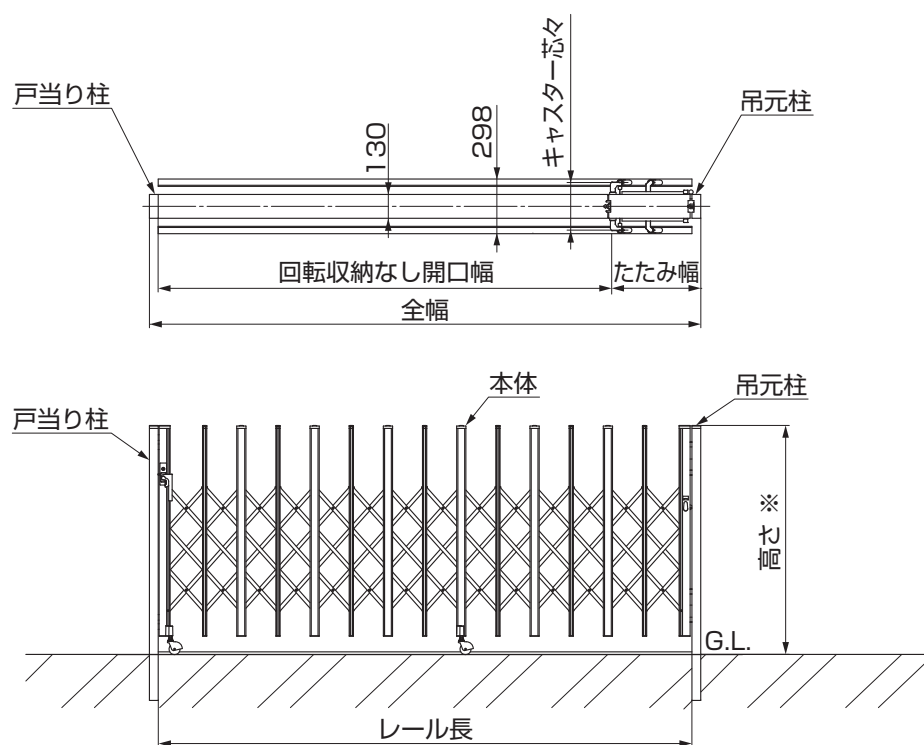
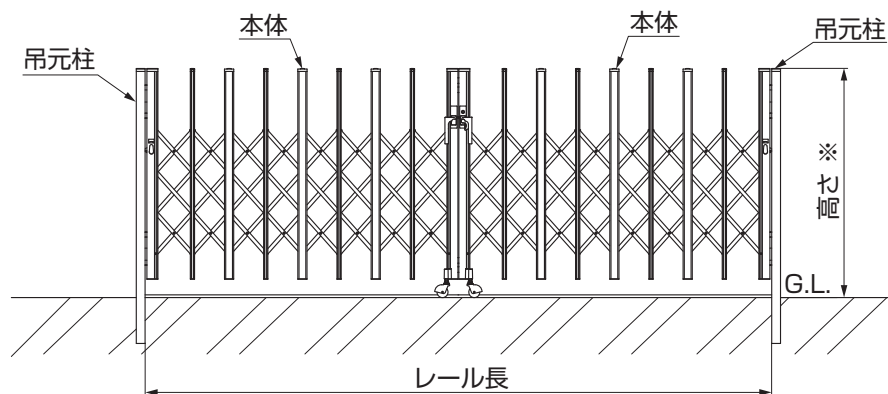
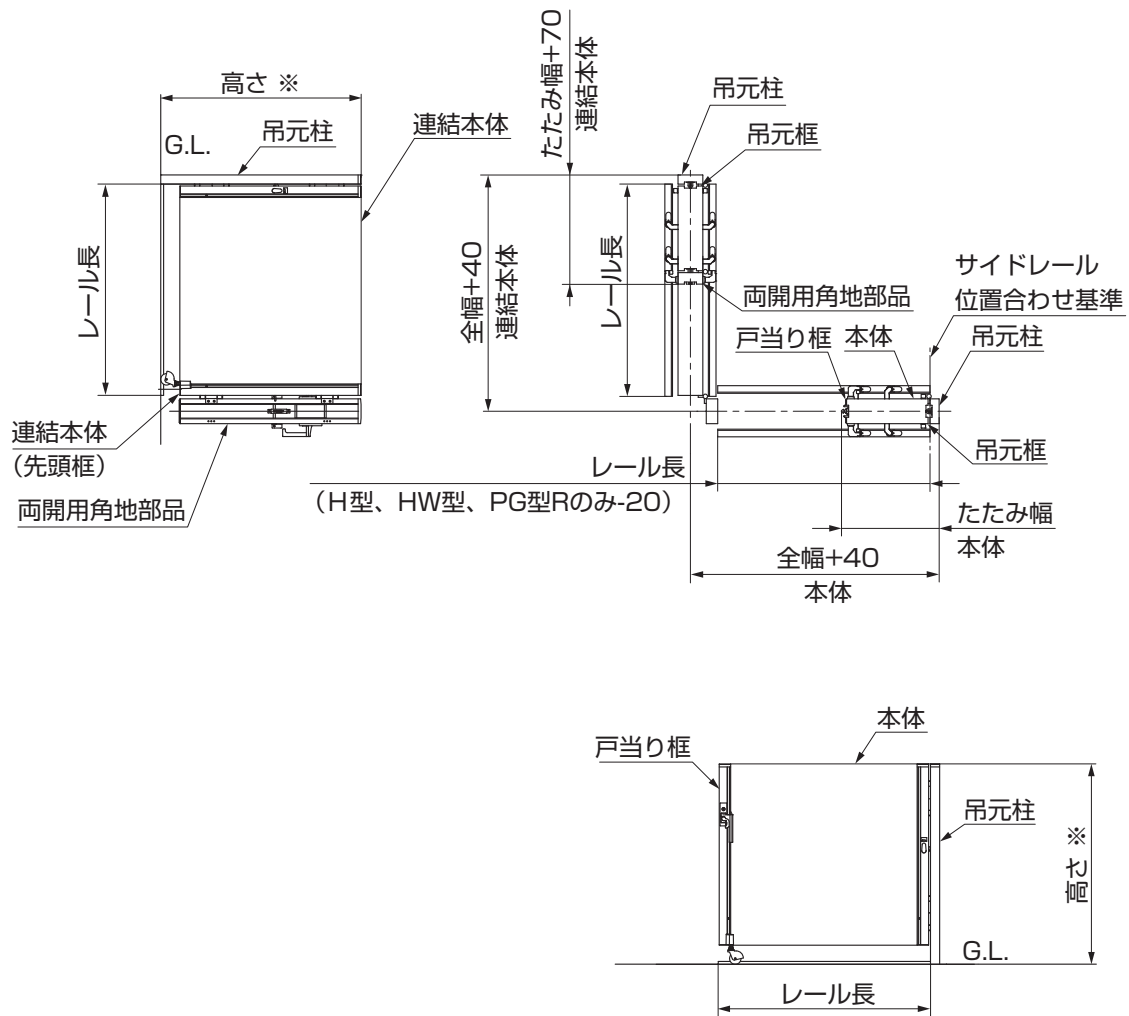

図10-3
図10-4
图 10-5
- H型、HW型、PG型Rの場合は本体側のサイドレールを20mm短く設定してください。(図10-5参照)
- 吊元柱を基準にサイドレールの設置をしてください。(図10-5参照)
①表10-1を参照して、本体中心とレール中心を合わせてください。
②図10-3、図10-4、図10-5を参考にして、レールを施工してください。